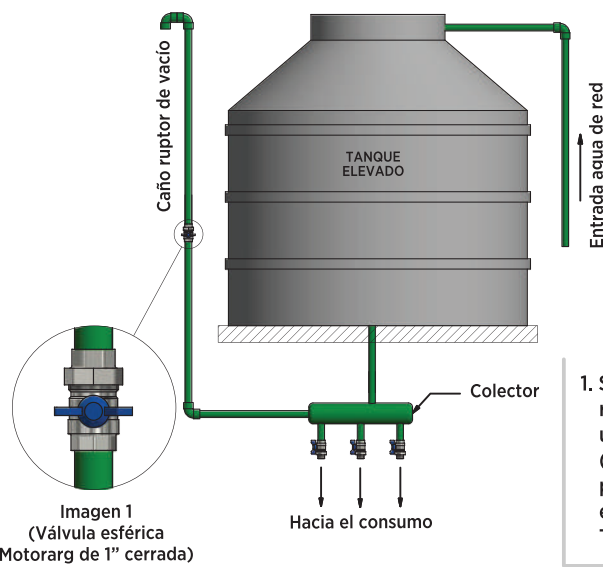

Imagen 1 (Válvula esférica Motorarg de 1" cerrada)
2. Si la instalación tiene caño ruptor de vacío, colocar una válvula esférica Motorarg (ver imagen 1). La misma debe permanecer cerrada durante el funcionamiento del equipo TIP PRES.
1. Si la instalación tiene caño ruptor de vacío, deberá colocar una válvula esférica Motorarg (ver imagen 1). La misma debe permanecer cerrada durante el funcionamiento del equipo TIP TE.